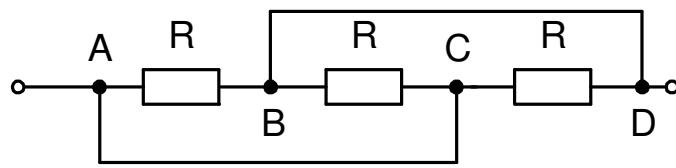

Рис.3
23. Знайти опір ланцюга (рис.3). між точками А і Д. Опором з'єднувальних дротів знехтувати.